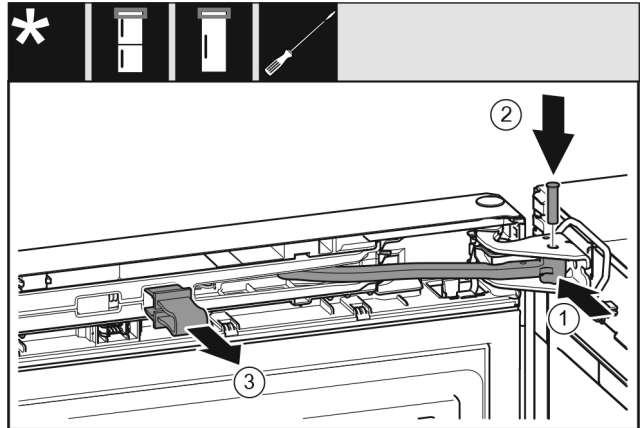

Fig. 48
- ▶ Gelenk in Lagerbock drehen. *Fig. 48 (1)*
- ▶ Bolzen in Lagerbock und Gelenk einsetzen. Dabei darauf achten, dass der Rastnocken korrekt in der Nut sitzt. *Fig. 48 (2)*
- ▶ Sicherung abnehmen. *Fig. 48 (3)*